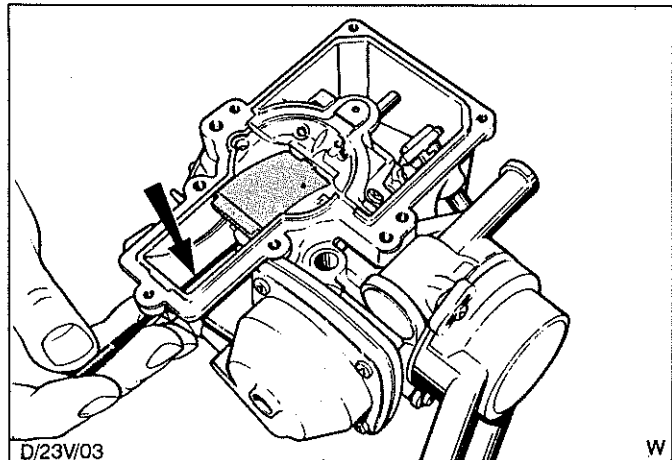

Abb.55 Düsennadel-Lufttrichterventil entfernen
7. Vorsichtig Düsennadel herausschrauben, Abb.55.